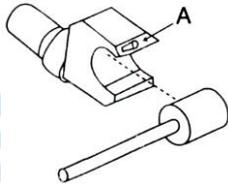

图 3-1
(1) 按第二章第二节所讲依面板所示依次输入数据。
(2) 由于未加工, 加工误差补偿值不能确定, 显示屏第二行的“A-JD”的补偿值全部设定为“00+”
(3) 第一次运行时速度最好放在低速启动, 在误差达到要求之后再慢慢加快。
(4) 根据被加工导线的粗细、软硬确定较直方式, 并选择图1-1所示的(13)(15)(17)等合适部件。调整方法见第三章图3-1, 3-2。
#### 1. 导管的调换方法。(如图 3-1)